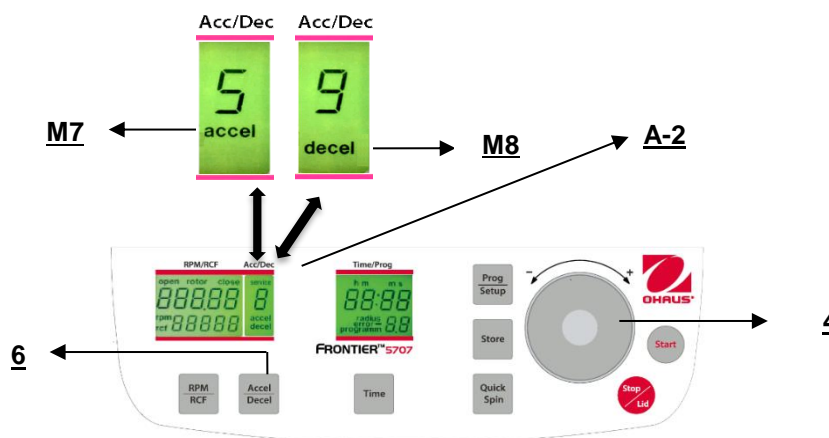

Figura. 18
Esta función se activa con el botón "Accel/Decel" (6) (vea la Figura 18).